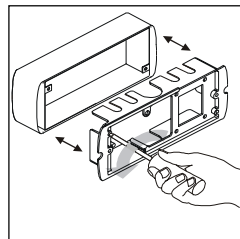

Fig. 2c :
- 2 Enlever le cadre de montage du boîtier mural en retirant les deux vis. (Voir la Fig. 2c).